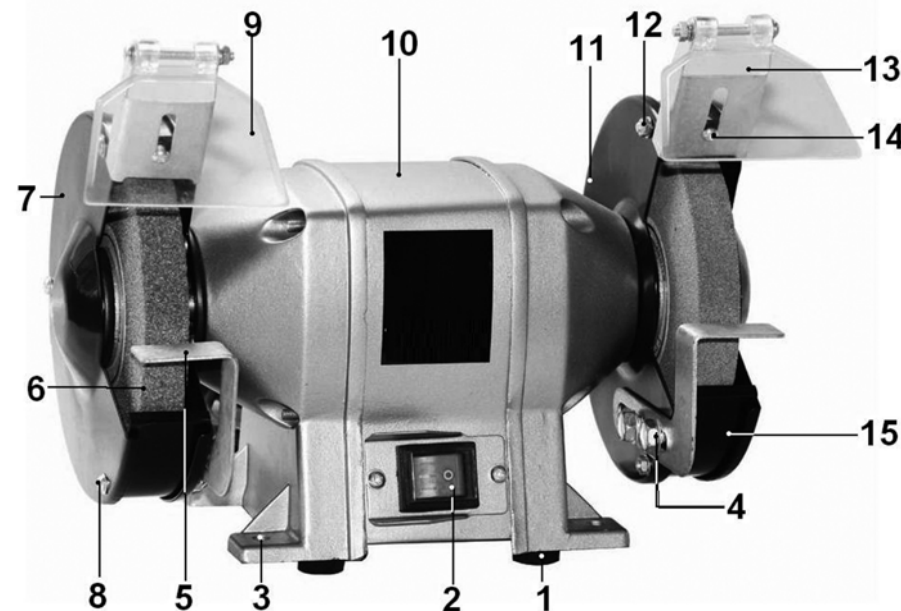

Рис.2
11.2. Замена шлифовального круга (Рис. 2, 3)
Машина состоит из следующих сборочных единиц и деталей (Рис. 2):
8. СБОРКА И РЕГУЛИРОВКА (Рис. 2)
8.1.1. Установите подручник (5), используя болты (4), как показано на Рис. 2. Перед установкой подручника (5) установите на болт (4) шайбу из комплекта поставки.
8.2.1. Установите защитный экран (9) в сборе со скобой (13), как показано на Рис. 2. Под шляпку винта (14) подложите шайбу, а под гайку - пружинную шайбу (гровер) из комплекта поставки.
8.2.5. После сборки и регулировки убедитесь в свободном вращении шлифовального круга (6), провернув его на несколько оборотов рукой.
Установите машину на ровной и устойчивой поверхности верстака и надежно закрепите её через специальные отверстия (3), Рис. 2, с помощью болтовых соединений (не входит в комплект поставки).
10.1. Пуск машины (Рис. 2)
10.2. Заточка с помощью шлифовального круга (Рис. 2)